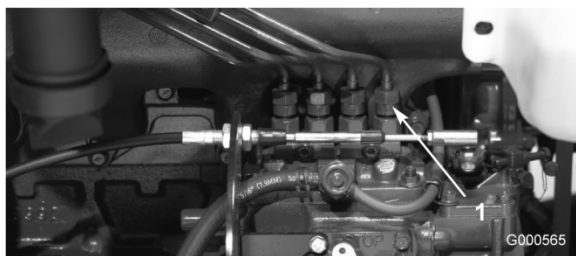

Figure 37
1. Desserrez le raccord entre l'injecteur N° 1 et le porte-injecteurs sur la pompe d'injection (Figure 37).